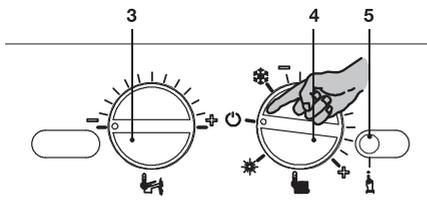

Рисунок 5.60
- Чтобы выйти из режима программирования, установите переключатель функций 4 так, как показано на рисунке (Рисунок 5.60).